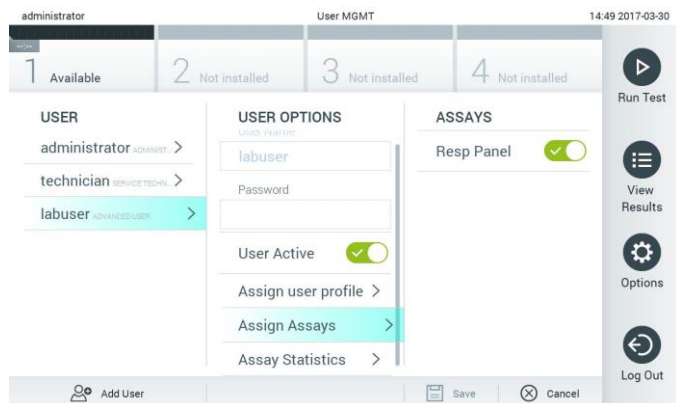

Figura 50. Atribuindo ensaios a usuários.
- Assign Assays (Atribuir ensaios): permite definir, a partir do banco de dados, os ensaios que o usuário tem permissão para executar. Selecione os ensaios a partir da lista à direita da área de conteúdo (Figura 50, página seguinte).